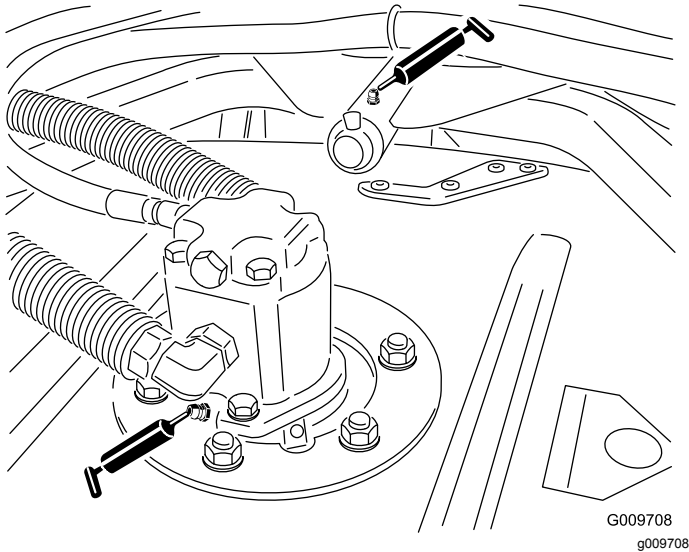

図 37
- ^{図 37}に示す、刈り込みデッキのスピンドルシャフトのベアリングデッキ1台に2ヶ所
- ^{図 37}に示す、刈り込みデッキのキャリアアームのブッシュデッキ1台に1ヶ所